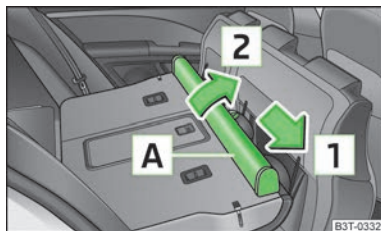

Fig. 80
- Desplazar la caja de la red de separación del maletero [A] » fig. 80 en el sentido de la flecha [1] y sacarla del alojamiento de los asientos posteriores en el sentido de la flecha [2].
- Desplazar la caja de la red de separación en el sentido contrario al de la flecha [1] » fig. 80 hasta el tope.